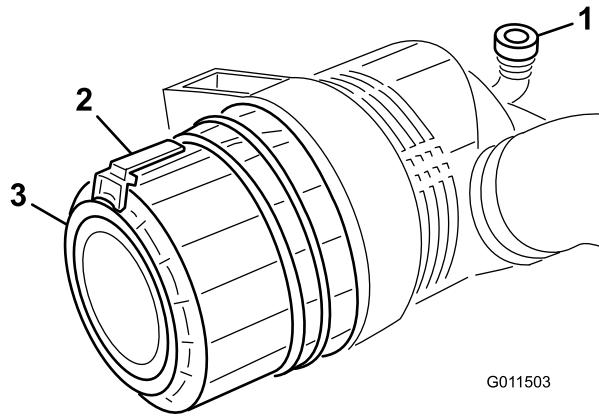

Figura 50
Revisionate l'elemento filtrante dell'aria soltanto quando la spia è rossa, (Figura 50) oppure ogni 400 ore (più spesso in ambienti molto polverosi o inquinati). Non revisionate troppo il filtro dell'aria.
- Tirate il fermo verso l'esterno e ruotate il coperchio del filtro in senso antiorario. Staccate il coperchio dal corpo (Figura 50). Pulite la parte interna del coperchio.
6. Se la spia (Figura 50) è rossa, resettatela.